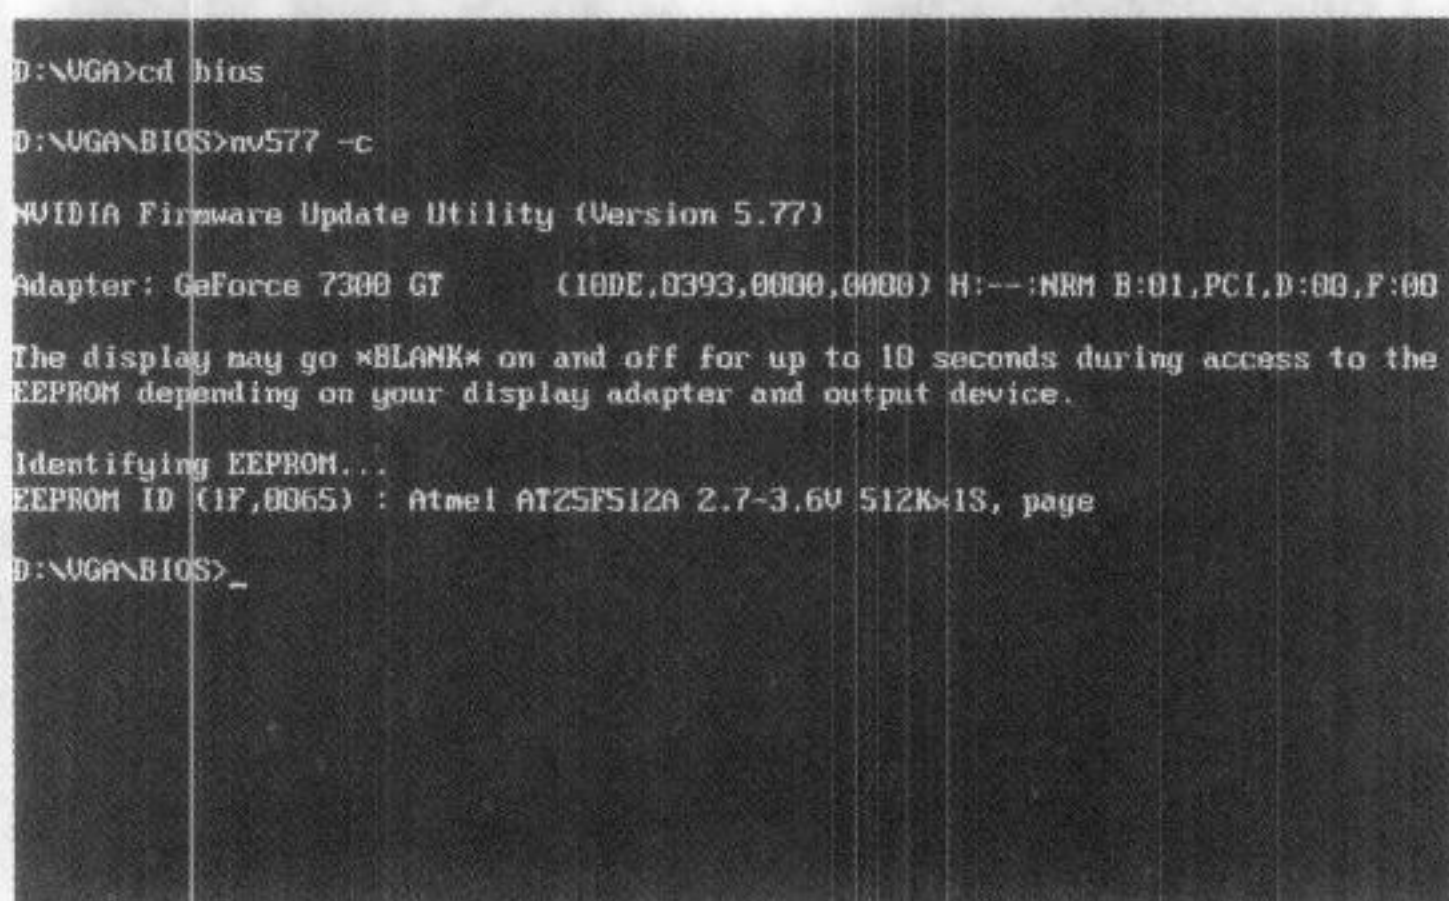

图 3-22 检测到核心和 EEPROM 信息的提示
(3) 返回结果如图 3-22 所示，表示 GPU 和 EEPROM 硬件主要部分没有问题，一般通